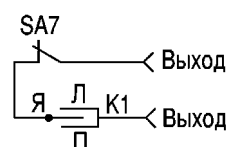

Рис.2
**Внимание!** На рис.2 (см. "Конструктор" 7/2002) допущены опечатки: на принципиальной схеме должны отсутствовать две точки-соединения: ближняя к нижней обкладке конденсатора C4 и ближняя к левой обкладке конденсатора C9.